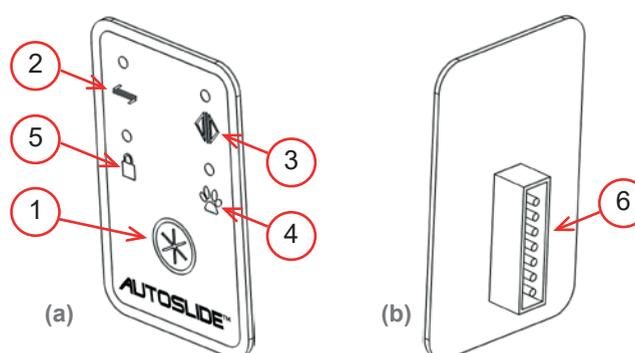

Figura 38: (a) A parte frontal do módulo de controle e (b) a parte traseira do módulo de controle com conector de 7 pinos.
O módulo de controle (Figura 38) permite que os usuários alternem entre os quatro diferentes modos de operação pressionando o botão de modo (1). Os quatro modos exibidos no módulo de controle são:
- auto mode (2): a porta abre automaticamente
- hold-open mode (3): a porta está aberta
- pet mode (4): a porta abre até um limite personalizado para permitir que um animal de estimação passe
- lock mode (5): a porta está trancada com uma trava elétrica (se instalada).